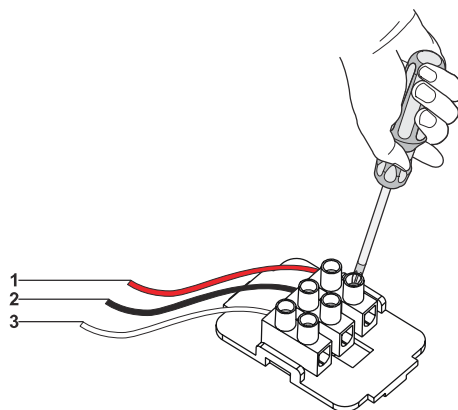

Fig. 41
- 1. ➤ **NC / COM:** Når disse 2 forbindelser bruges og enhætten slukkes vil enhætten give det forbundene apparat konstant signal. (Fig. 41).
- 2. ➤ **NO / COM:** Når disse 2 forbindelser bruges og enhætten tændes vil enhætten give det forbundene apparat konstant signal. (Fig. 41).